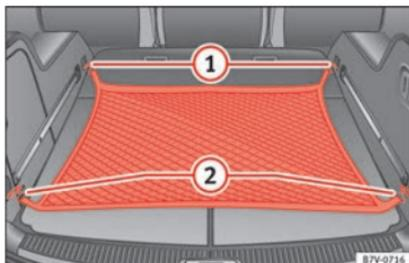

Fig. 172 Dans le coffre à bagages : filet à bagages accroché.
- Accrochez le filet à bagages aux œillets d'arrimage » fig. 172 ① et ②.
- Débranchez les crochets du filet à bagages des œillets d'arrimage » fig. 172 ① avec précaution.
- Débranchez les crochets du filet à bagages des œillets d'arrimage » fig. 172 ② avec précaution.